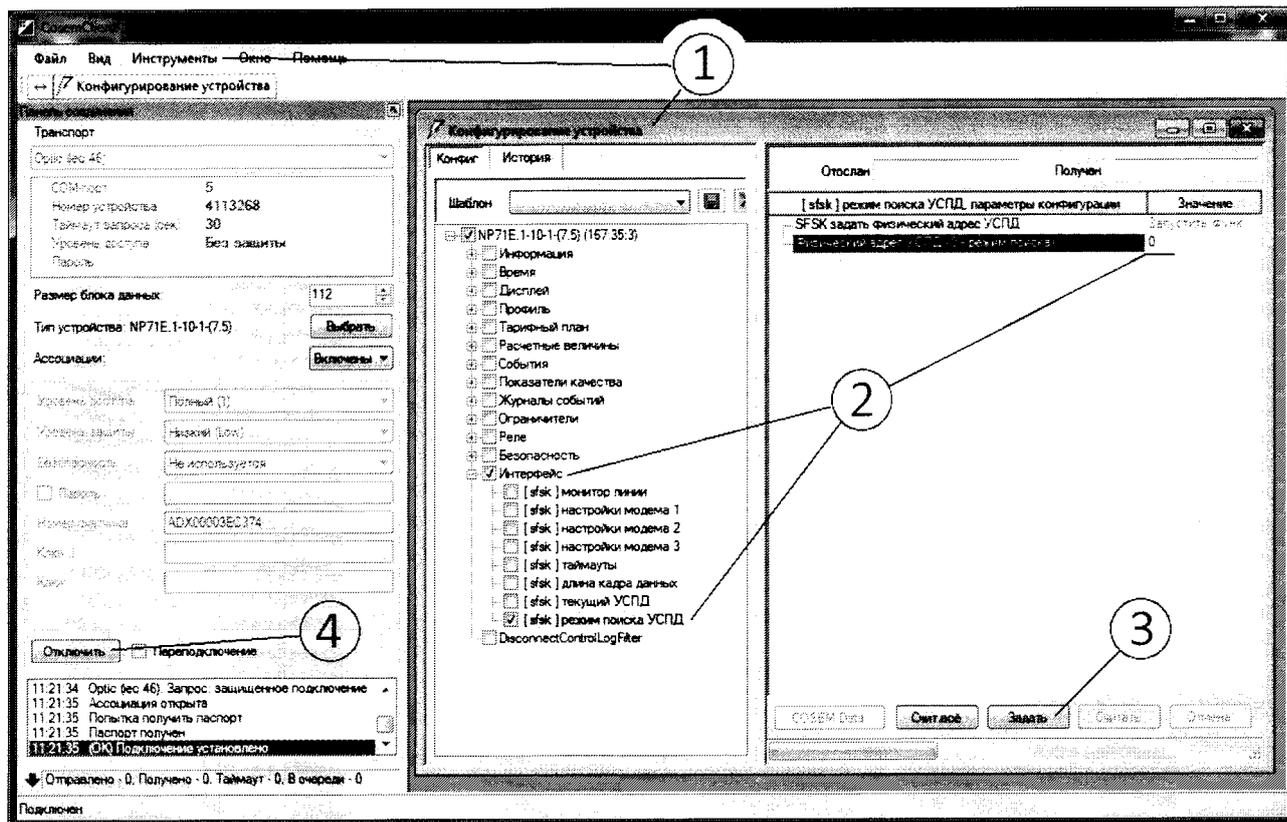

Рисунок 8 - Окно приложения «CosemClient» - пункт «Конфигурирование устройства»
8.1.2 Зайти в меню «Инструменты» и выбрать из списка пункт «Конфигурирование устройства» (рис. 8, поз. 1).
8.1.3 В открывшемся окне «Конфигурирование устройства» выбрать группу «Интерфейс», параметр «Режим поиска УСПД». В значении параметра «Физический адрес УСПД» указать 0 (рис. 8, поз. 2).
8.1.4 Нажать кнопку «Задать» (рис. 8, поз. 3) и дождаться отправки конфигурации на счетчик.
8.1.5 После успешной отправки конфигурации, о чем свидетельствует запись в строке состояния, необходимо отключиться от счетчика нажав на кнопку «Отключить» (рис. 8, поз. 4).